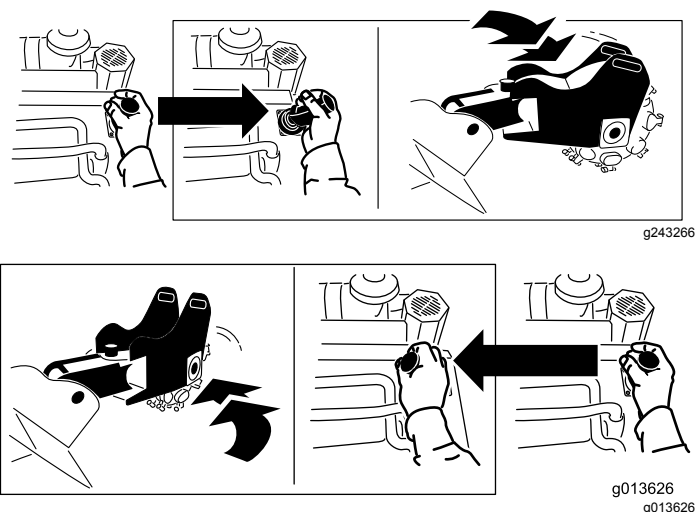

Figura 14
- Per ruotare il fresa ceppi a destra o sinistra, spostate la leva nella direzione desiderata (Figura 14).